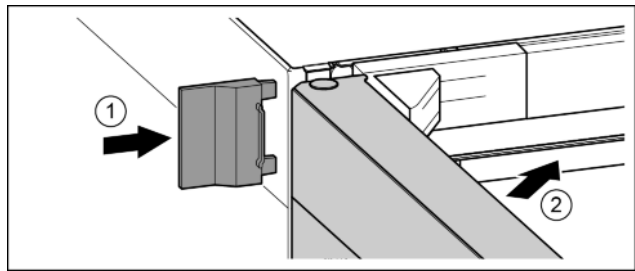

Fig. 26
- ▶ Äußere Abdeckung aufschieben. *Fig. 26 (1)*
- ▶ Obere Tür schließen. *Fig. 26 (2)*